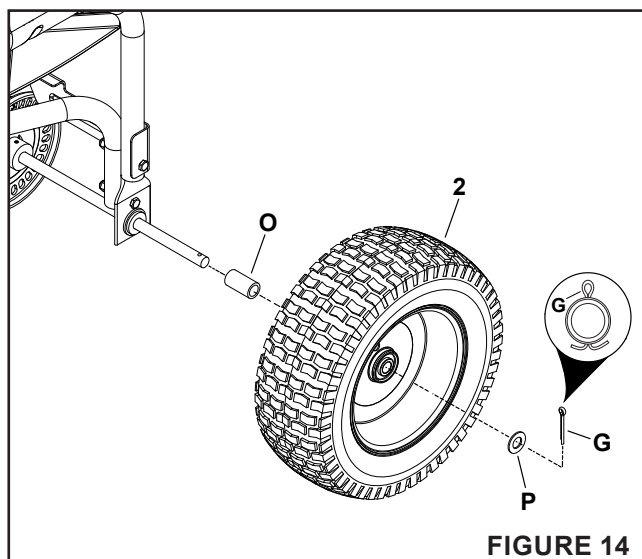

FIGURE 14
Étape 14: (Voir la figure 14)
1. Du côté gauche de l'épandeur, faites glisser une entretoise (O) et une roue (2) sur l'essieu.
2. Glissez une rondelle de 1/2 po (P) sur le bout de l'essieu.
3. Fixez la roue en installant une goupille fendue de 1/8 po x 1-1/4 po (G) dans le trou de l'essieu, puis en écartant les extrémités.